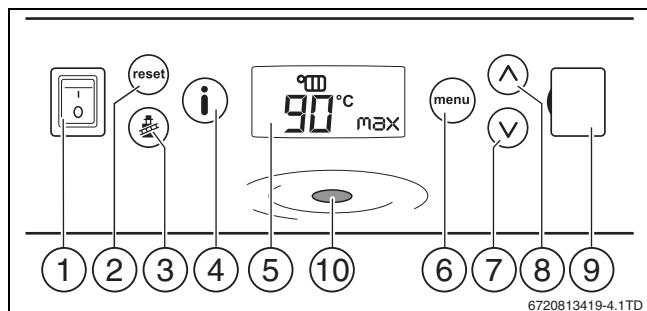

Fig. 5 Pannello di comando
- Premere l'interruttore acceso/spento in posizione «1» (→ fig. 5, [1]).